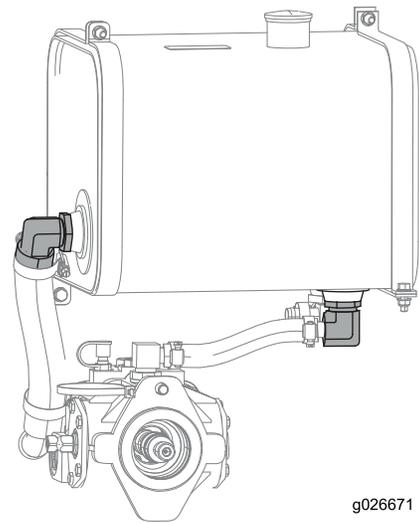

Figura 42
10. Retire los adaptadores acodados, retire los filtros y límpielos con aire comprimido (Figura 42).